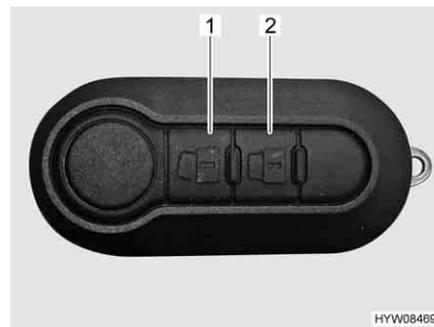

Fig. 53 Télécommande du verrouillage centralisé
- Appuyer une fois brièvement sur la touche  (Fig. 53,1). Les serrures de porte sont déverrouillées.
- Appuyer une fois brièvement sur la touche  (Fig. 53,2). Les serrures de porte sont verrouillées.